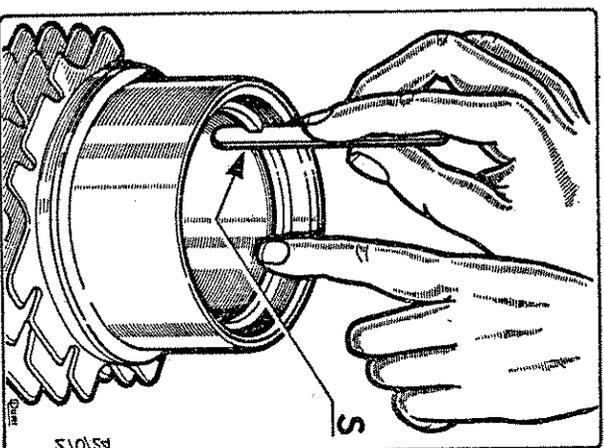

Fig. 19 - CONTROLLO DEL GIOCO DEI SEGMENTI
**SEGMENTI** — Per controllare i segmenti si infilano nella parte inferiore del cilindro e si verifica che la distanza S) fra le due estremità, in corrispondenza del taglio (Fig. 19), non sia superiore a